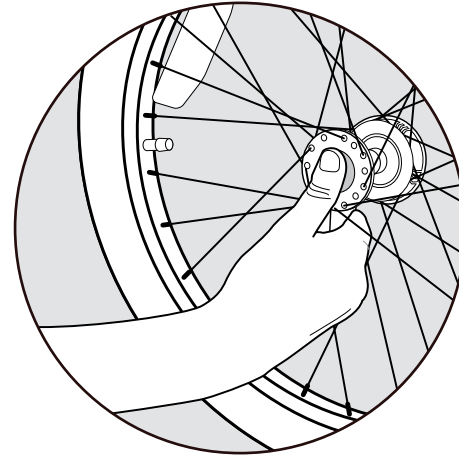

Abbildung 11
1. Den Gummiknopf außen an der Radnabe eindrücken (Abbildung 11).